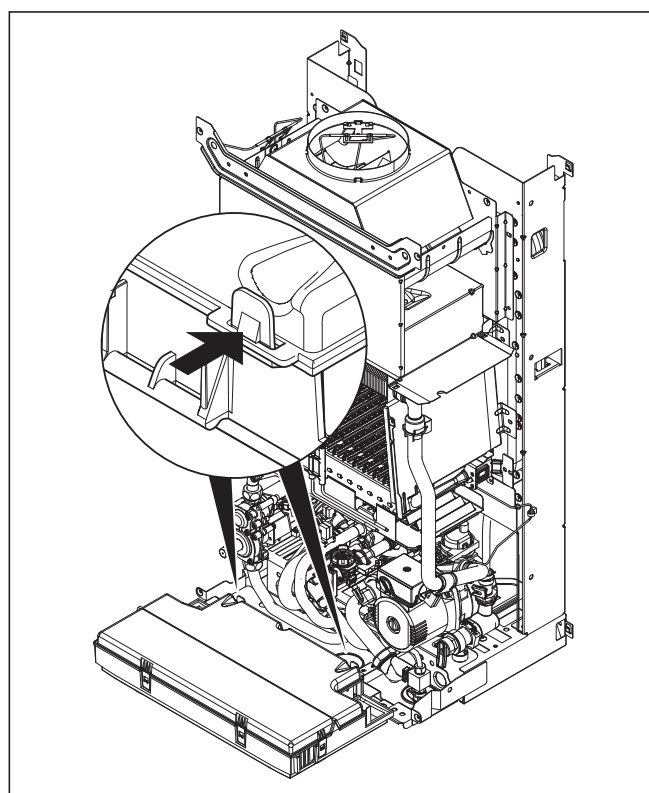

Рис. 5.6 Открывание задней стенки распределительной коробки
- Проложите сетевой кабель до уровня подключения системы в распределительной коробке, как изображено на рис. 5.6 и 5.7.
- Подсоедините сетевой провод к предусмотренным для него клеммам \ominus , N и L системы ProE (см. рис. 5.6 и 5.7).